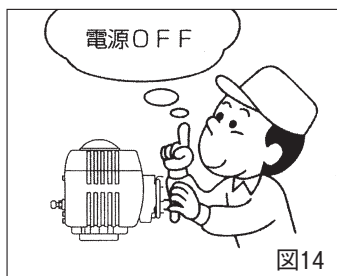

図14
Y. 電動式のバルブにおいて、手動ハンドルで操作する場合、元の電源を切ってから作業を行ってください。また、レバーが差し込みタイプの場合、レバーを取り除いてから主電源を入れて下さい。(図14)